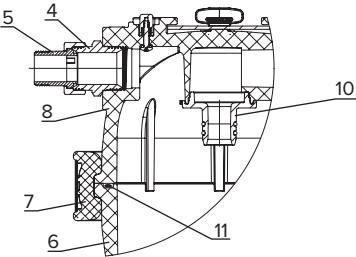

Рис. 2. Разрез по месту соединения коллектора и стакана
- Снимите коллектор (8) и отсоедините фильтрующий модуль, стянув его с центрального штуцера (10) (рис. 2).
- При замене модуля промойте водой внутренние поверхности коллектора (8), стакана (6) и резиновое кольцо (11) (рис. 2).
- Соберите водоочиститель, соедините коллектор (8) и стакан (6) хомутом и затяните гайку-барашек (9) до упора.
- Установите собранный водоочиститель на кронштейн (1). Убедитесь, что направление потока воды соответствует направлению стрелки на коллекторе.